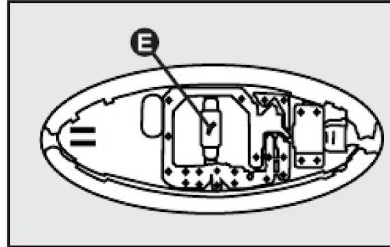

fig. 33
- Substituir a lâmpada **E-fig. 33**, desvinculando-as dos contatos laterais e certificando-se de que as novas lâmpadas estejam corretamente bloqueadas entre os contatos;